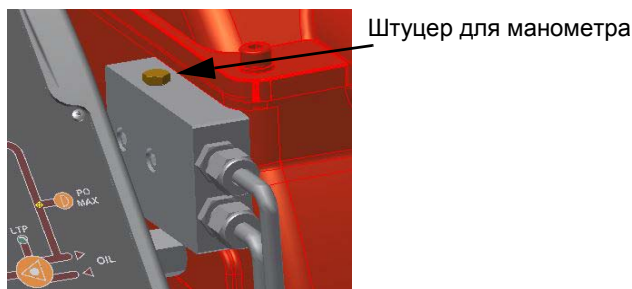

Рис. 28
6. Давление питания форсунки уже отрегулировано заранее на заводе-изготовителе и не должно изменяться. Только в случае необходимости, отрегулировать давление питания (см. соответствующий параграф) следующим образом: установить манометр в положение, указанное на Рис. 28, воздействовать на регулировочный винт **VR** насоса (см. Рис. 27) до получения на форсунке давления в 20 бар (форсунки Monarch или форсунки Bergonzo - см. на стр.24-25);
- Давление питания форсунки уже отрегулировано заранее на заводе-изготовителе и не должно изменяться. Только в случае необходимости, отрегулировать давление питания (см. соответствующий параграф) следующим образом: установить манометр в положение, указанное на Рис. 28, воздействовать на регулировочный винт **VR** насоса (см. Рис. 38)